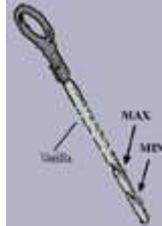

Fig. 23
- **Comprobación del nivel de aceite en el cárter (fig. 23)**